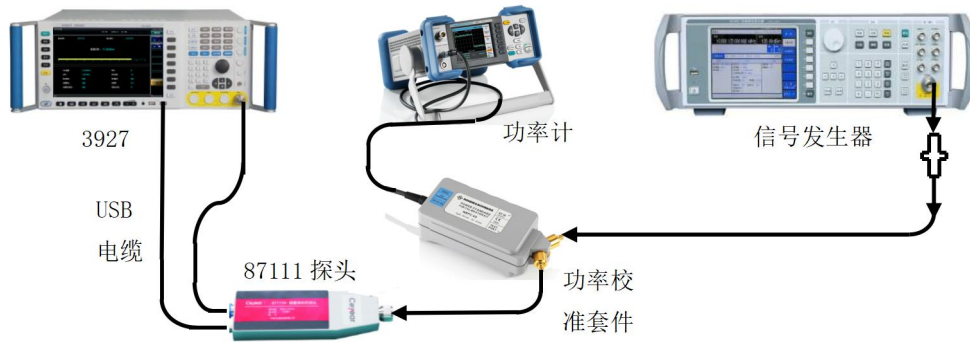

图8.6 功率准确度测量测试示意图
- 2) 按图8.6所示连接测试设备，其中信号发生器输出接NRPC50。设置信号发生器的输出幅度为+6dBm。